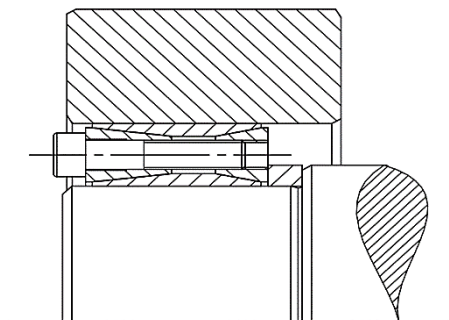
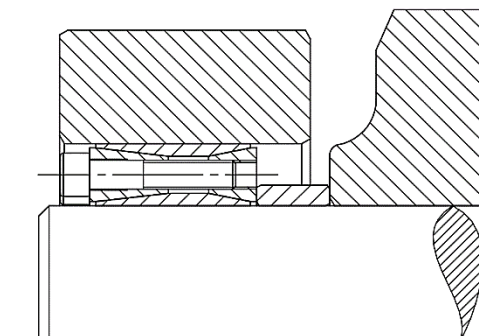

Fig. 4
Fig.5
- II. No anel frontal há algumas roscas nas quais deverão ser introduzidos os parafusos adjacentes a elas. Ao serem apertados, os parafusos sacarão o anel frontal, afrouxando a conexão (vide Fig. 4 e Fig. 5).